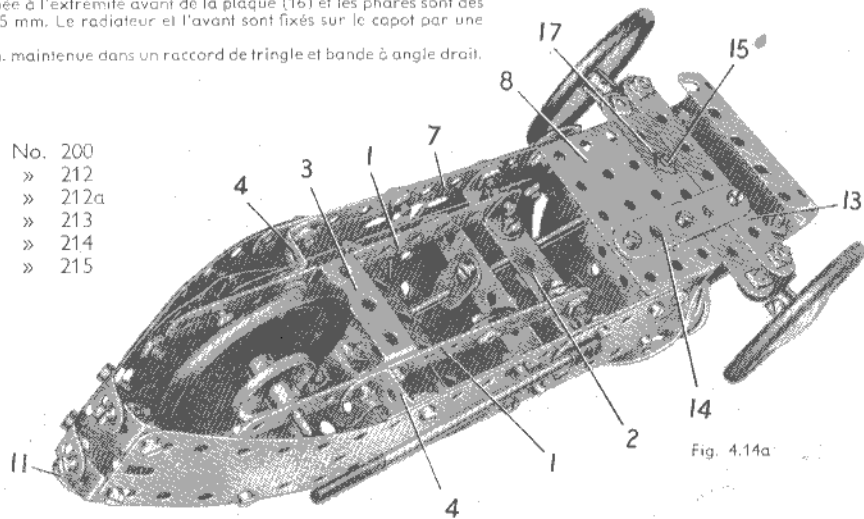

Fig. 4.14a
plaques (6) sont réunies par 4 équerres à 135° disposées par paires (fig. 4.14a). Une plaque à rebords de 6x4 cm. (8) boulonnée entre les deux côtés de la carrosserie déborde d'un trou les extrémités avant des bandes (7). Le dessus du capot est une plaque flexible de 11,5x6 cm. incurvée de façon voulue et boulonnée entre les plaques (5). Les boulons (9) et (10) qui la lient en place servent également à fixer des bandes coudées de 60x12 mm. entre les côtés, de façon à renforcer le capot.